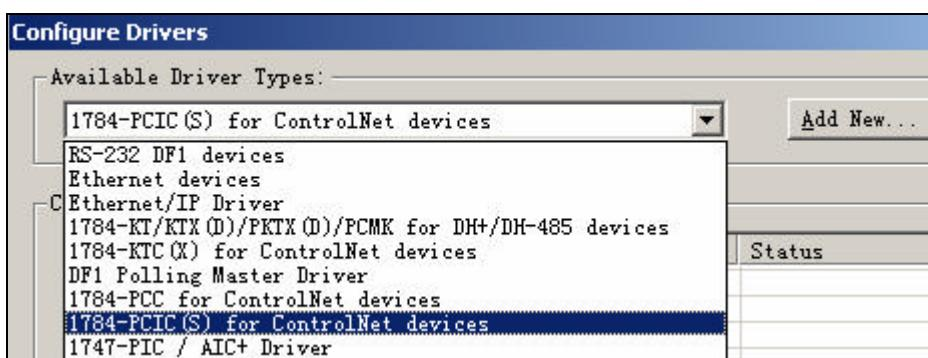

图 4-52 新建 ControlNet 驱动
2. 点击 Configure dirves  图标，选择 ControlNet 的驱动，如图 4-52 所示。